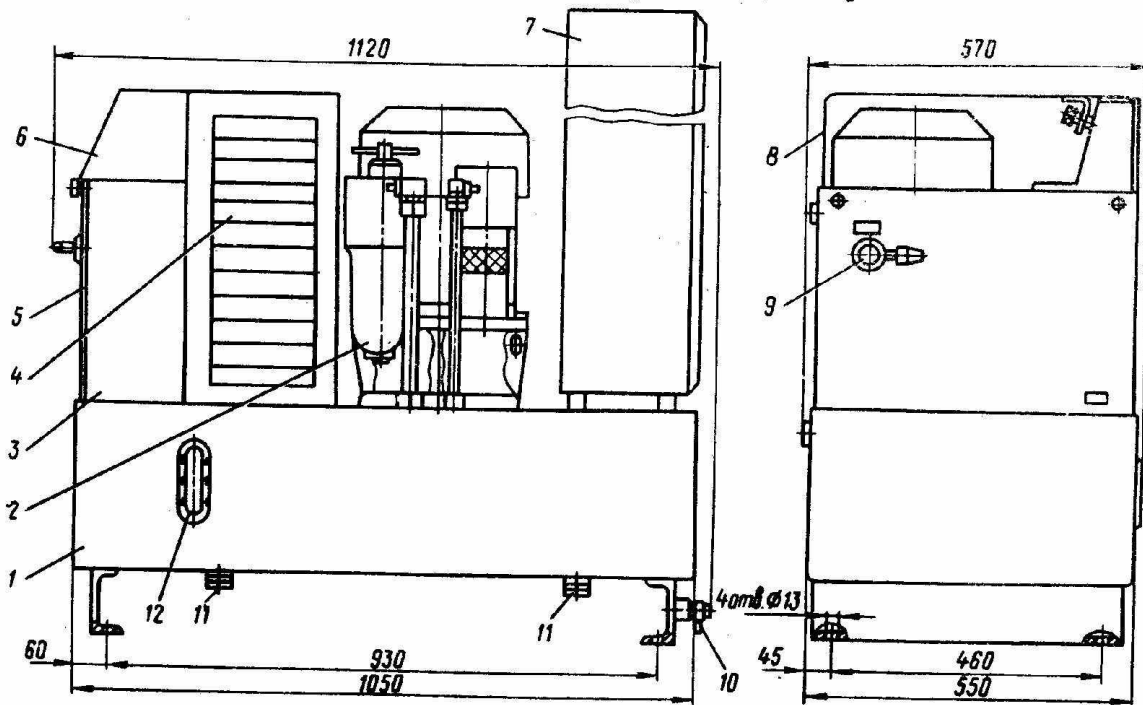

Рис. 1. Гидростанция
1.2.1. Общий вид гидростанции с обозначением составных частей представлен на рис. 1.
1.2.2. Гидростанция комплектная состоит из бака 1 (см. рис. 1), насосной установки 2, шка-
1.3.1. Регулирование скорости перемещения стола осуществляется рукояткой 9 (см. рис. 1).